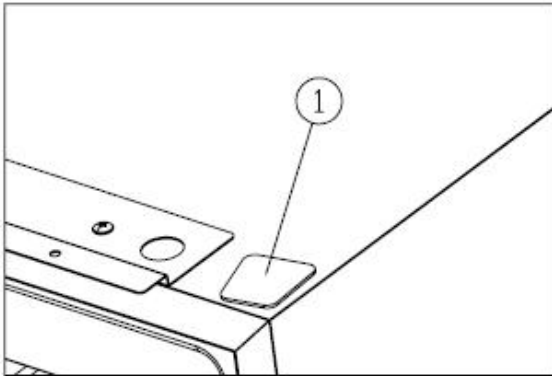

Abb. 4
- ✧ Die provisorische Abdeckung auf der entgegengesetzten Seite montieren ①.[Abb. 4]